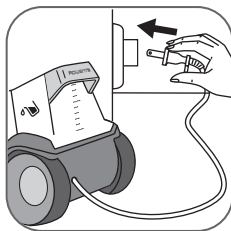

fig. 11
- Branchez la fiche d'alimentation. **(fig. 11)**